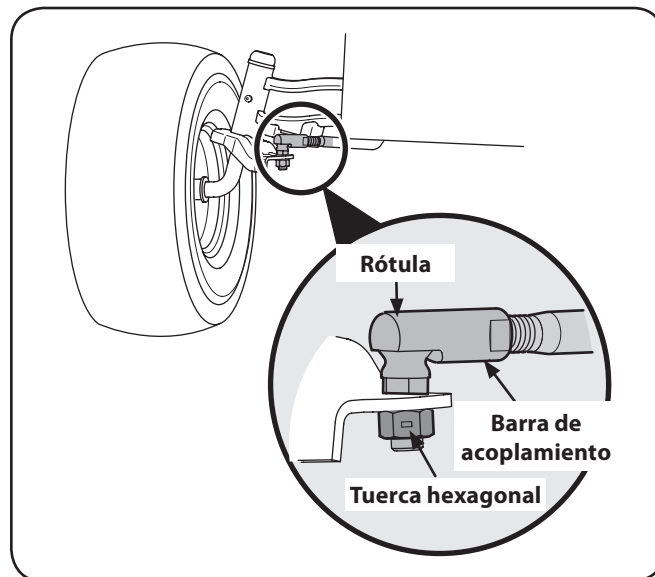

Figura 6-7
1. Extraiga la tuerca hexagonal de la parte superior de la junta de la rótula. Vea la Figura 6-7.